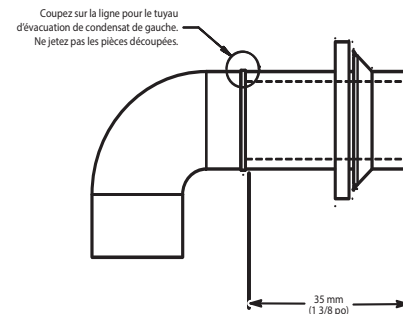

Fig. 16 – Modification du coude d'évacuation en caoutchouc
3. Le tuyau en Z est raccorder au siphon de condensat et à l'extérieur de la chaudière en modifiant le coude d'évacuation préformé en caoutchouc, comme illustré à la Fig. 16.
35 mm (1 3/8 po) de l'œillet formé (consultez la Fig. 16). NE JETEZ PAS L'ŒILLET FORMÉ NI LE COUDE EN CAOUTCHOUC. Ces deux pièces seront utilisées ultérieurement.
CONSEILS D'ENTREPRENEURS : Si vous installez la chaudière à l'horizontale, utilisez le coude d'évacuation en entier (autrement dit, ne le coupez **PAS** de la manière indiquée à la Fig. 16) pour raccorder le siphon à la conduite d'évacuation. Vous empêcherez ainsi que les secousses et les chocs de la conduite d'évacuation n'endommagent le siphon de la chaudière. Évitez tout mauvais alignement du tuyau d'évacuation, car cela pourrait causer des déformations au coude.